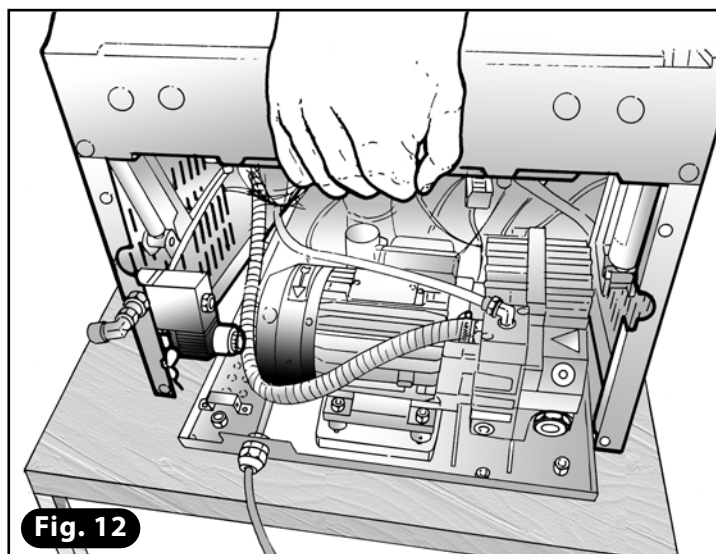

Fig. 12
- 18) Baje el armazón hasta la base y verifique su correcta colocación (**Fig. 12**).